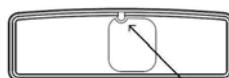

Figure 11 – Remise en place du joint en silicone
- Dans le cas où vous aviez retiré le joint en silicone, remettez-le bien en place sur la base du réservoir, en respectant le détrompage prévu à cet effet, sinon l'appareil ne pourra délivrer l'air correctement (Figure 11).